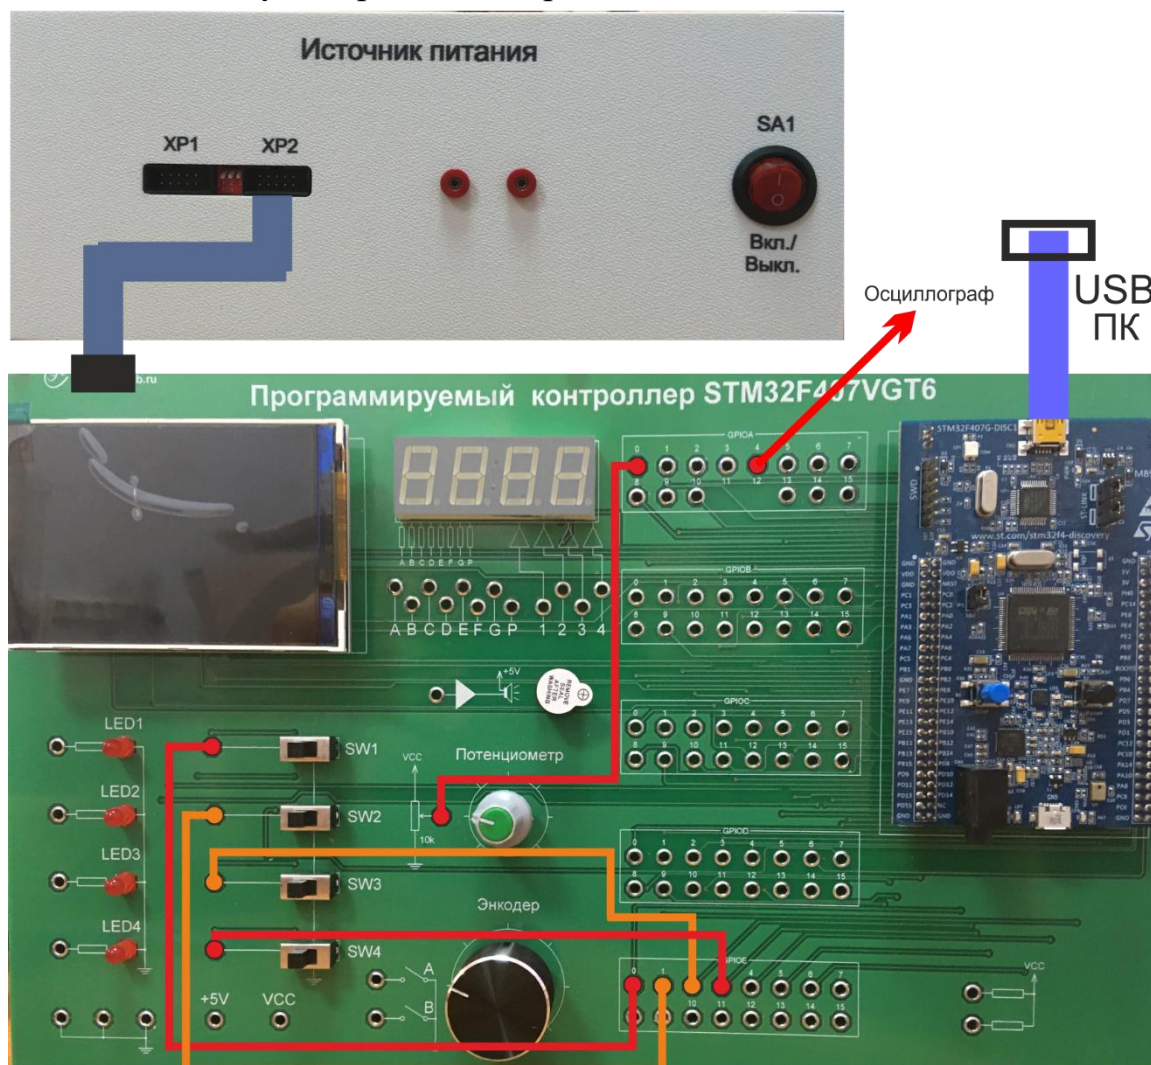

Рисунок 49. Схема соединений
5. Изучите схему, представленную на рис. 49. Подсоедините кабель mini-USB к контроллеру.